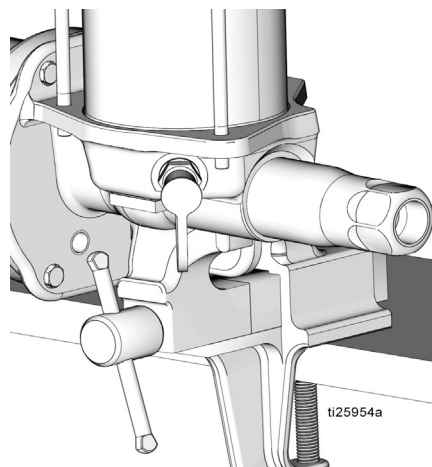

Рис. 11
6. Зажмите основание насоса в настольных тисках, как показано на Рис. 11. Используйте в тисках губки из мягкого материала или уложите на губки тряпку для защиты поверхности основания насоса.